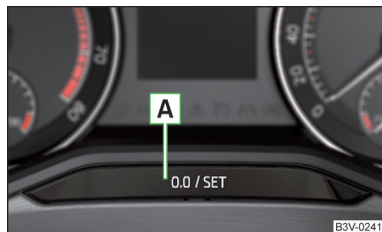

Fig. 50
- Apăsăți tasta **A** » fig. 50 și mențineți-o apăsată, până când pe afișaj se afișează punctul de meniu **Service**.